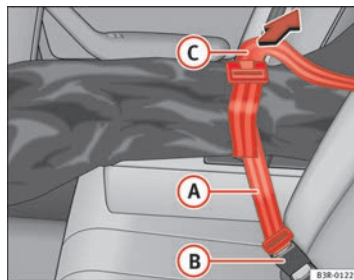

Fig. 129 Sacca portasci fissata al moschettone bloccacintura centrale
- Bloccare la cintura della sacca ( ⇒ pag. 157, fig. 129) nel moschettone bloccacintura centrale (.